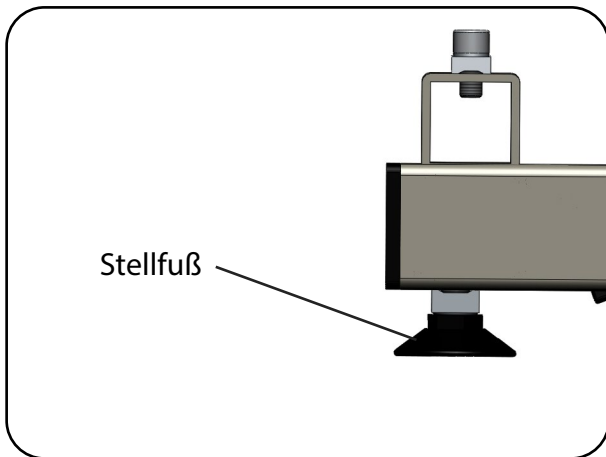

Abb. 6.8.03 - aks-B4c Standard
5. Drehen Sie die vier Stellfüße aus dem Unterrahmen (Abb. 6.8.03).